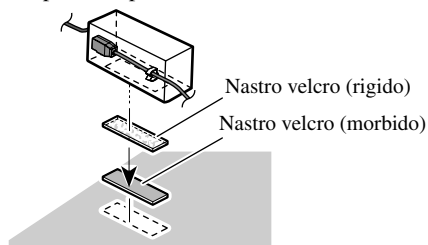

Fig. 8
• Installazione della scatola di connessione del cavo ottico con nastro velcro. (Fig. 8)